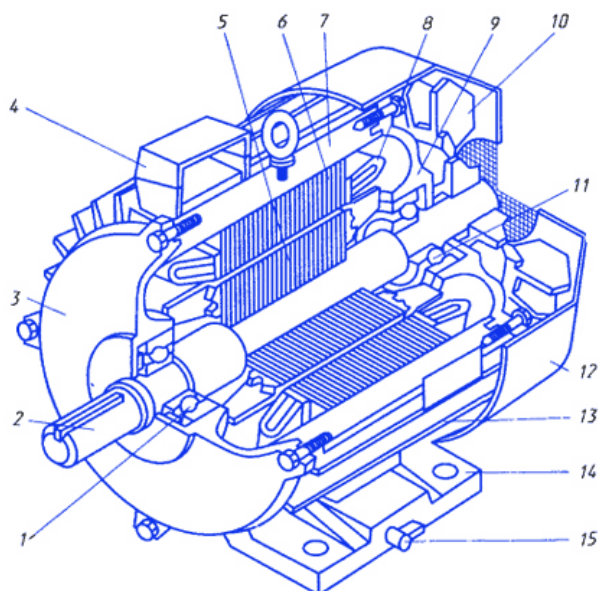

Рисунок 9.1 – Асинхронный двигатель
Неподвижная часть асинхронного двигателя называется *статор*, подвижная – *ротор* (рисунок 9.1). Сердечник статора набирается из листовой электротехнической стали и запрессовывается в станину. Станина (1) выполняется литой, из немагнитного материала. Чаще всего станину выполняют из чугуна или алюминия. На внутренней поверхности листов (2), из которых выполняется сердечник статора, имеются пазы, в которые закладывается *трёхфазная обмотка* (3) Обмотка статора выполняется в основном из изолированного медного провода круглого или прямоугольного сечения, реже – из алюминия. Обмотка статора состоит из трёх отдельных частей, называемых *фазами*. Начала фаз обозначаются буквами  $C_1, C_2, C_3$ , концы –  $C_4, C_5, C_6$ .